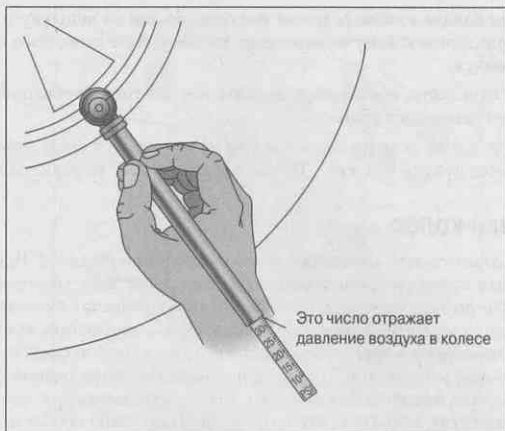

Рис. 19.2. Для проверки давления в шине используется манометр
На рис. 19.2 показан манометр, а как его использовать, вы узнаете чуть позже.
4. В открытый вентиль вставьте закрученный кончик манометра (см. рис. 19.2).
Последнее число — это давление в шине (см. рис. 19.2). Соответствует ли это число значению, указанному на ярлыке?